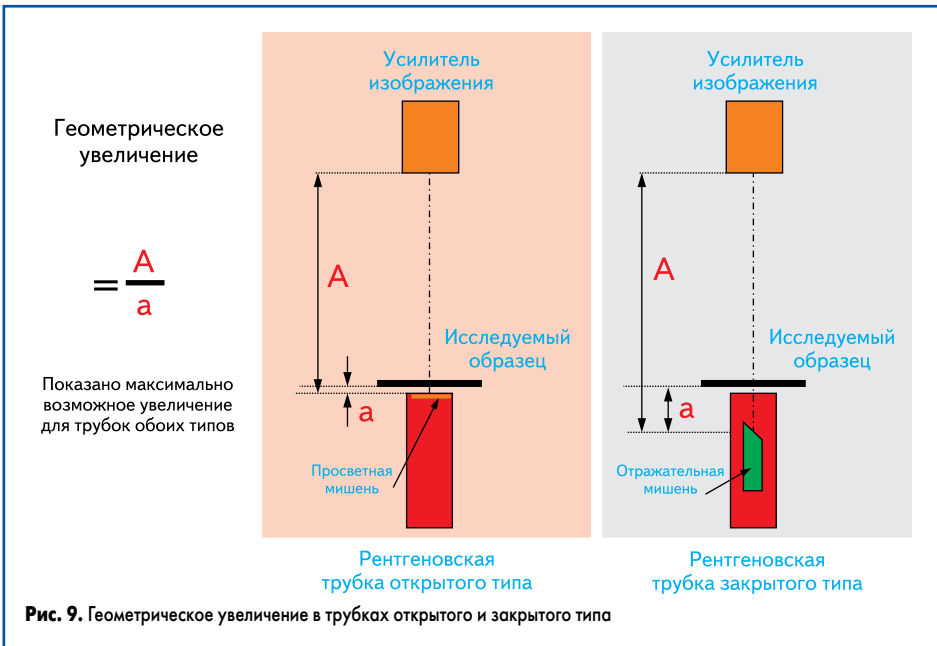

Рис. 9. Геометрическое увеличение в трубках открытого и закрытого типа
Исходя из этой формулы (1), можно предположить, что чем больше расстояние между фокусной точкой рентгеновской трубки и детектором (усилителем изображения или панелью, А — на рис. 9), тем больше геометрическое увеличение. Это соответствовало бы истине, если бы сюда не вмешивались законы физики. В то время как между увеличением и расстоянием существует линейная зависимость, интенсивность рентгеновских лучей уменьшается обратно пропорционально ква-